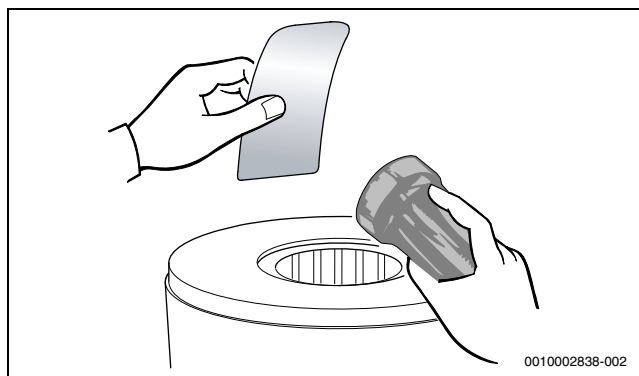

Bild 69 Wärmeblock auf Rückstände prüfen
- ▶ Wärmeblock erneut auf Rückstände prüfen (→ Bild 69).